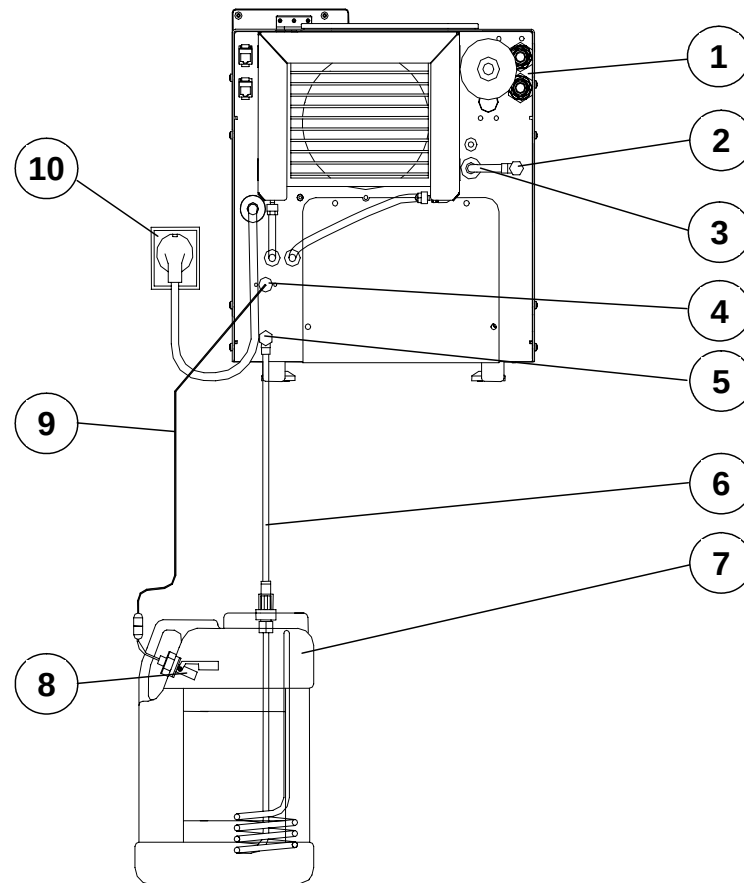

Abb. 3 Installationsbeispiel Vacuquick® 13-B mit Kondensatbehälter
Zur automatischen Versorgung des Vacuquick® 13-B mit aqua dem kann das Gerät unmittelbar mit einer Wasseraufbereitungsanlage gekoppelt werden. Dazu muss der Verbindungsschlauch vom internen Vorratsbehälter (Abb. 3) und die Schwenkverschraubung für Schlauch Ø 8x1 (Abb. 3) vom aqua dem / aqua dest Zulauf entfernt und der Zulaufschauch von der Wasseraufbereitungsanlage mit einer Schwenkverschraubung für
Optional zur Wasserversorgung aus dem internen Vorratstank kann der externe Vorratsbehälter (MELAG Art.-Nr.: 00244) angeschlossen werden. Dazu muss der Verbindungsschlauch vom internen Vorratstank (Abb. 3) und die Schwenkverschraubung für den Schlauch $\varnothing$ 8x1 (Abb. 3) vom aqua dem / aqua dest Zulauf entfernt werden. Der mitgelieferte Ansaugschlauch des externen Vorratsbehälters wird mit der beiliegenden Schwenkverschraubung am Anschluss für aqua dest / aqua dem - Zulauf an der Geräterückseite angeschlossen. Das andere Ende des Ansaugschlauches wird mit dem Ansaugfilter bis auf den Boden des Wasservorratsbehälters geführt. Das Volumen dieses Behälters von 11,5 Litern ermöglicht bei maximaler Befüllung eine durchschnittliche Anzahl von 25 Sterilisationen.
Zur Chargendokumentation (dauerhaftes Speichern der Programmprotokolle) kann die MELAflash® CF-Card in den geräteinternen Slot (siehe Bild 3 Position - S - hinter dem Displaygehäuse) gesteckt werden. Dazu gehen Sie bitte wie folgt vor:
3. Die CF-Card muss mit der **fühlbaren Griffkante** (siehe Bild 4 Position – G) **nach links zeigend** in den Slot (siehe Bild 3) eingesetzt werden und bis zum **Einrasten** (rotes Lämpchen -L- leuchtet kurz auf – Bild 4) nach hinten gedrückt werden (siehe Pfeil - Bild 4). Bei Schwergängigkeit auf keinen Fall Gewalt anwenden, die richtige Position der Karte kontrollieren und nochmals vorsichtig in die Führung einsetzen.